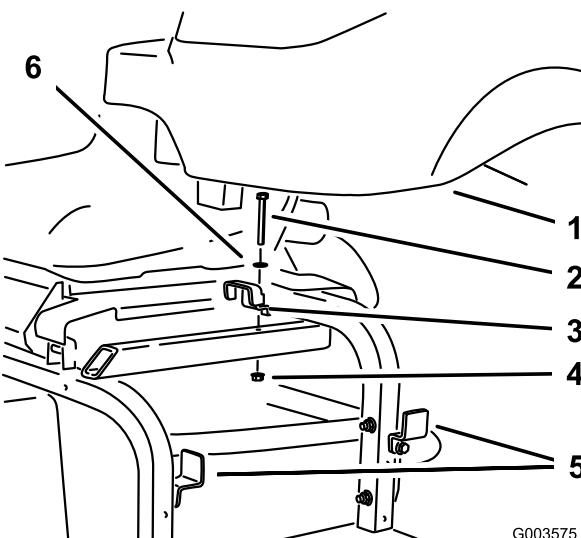

Bild 8
9. Nehmen Sie die obere Hydraulikbehälterhalterung vom Maschinenrahmen ab und lösen Sie die zwei Halterungen an der Seite des Rahmens (**Bild 8**). Nehmen Sie den Behälter ab und bewahren Sie die Befestigungen auf.